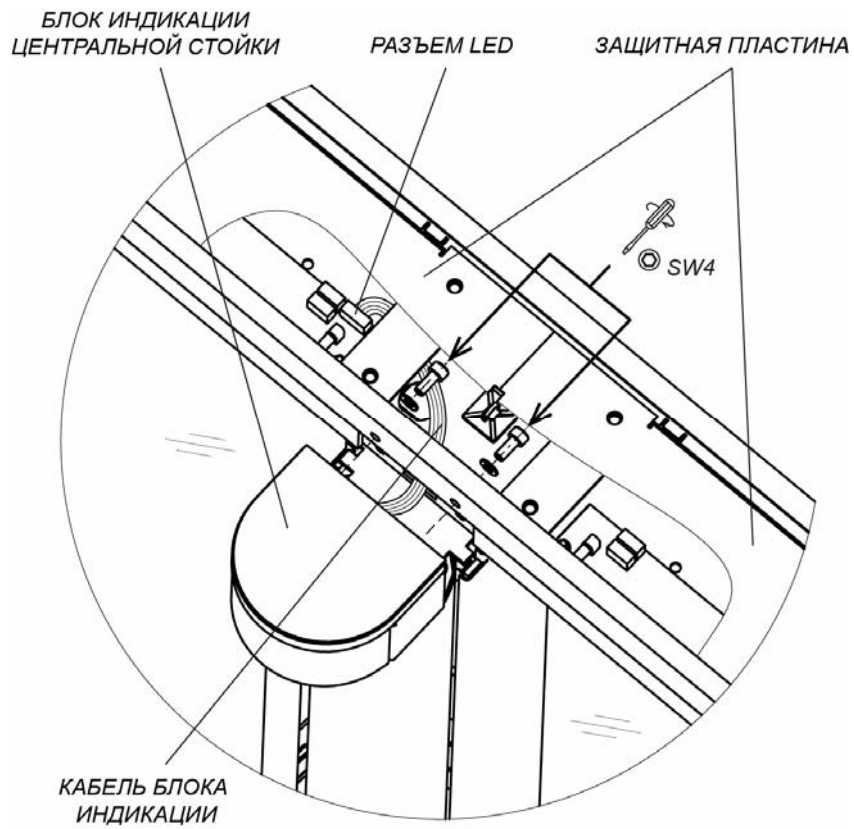

Рисунок 22. Монтаж блока индикации центральной стойки
Для установки блока индикации центральной стойки (3) (см. рис. 22):
3. Установите блок индикации на площадку, расположенную над поворотной опорой створки, и при помощи шестигранного ключа SW4 зафиксируйте его на верхнем коробе стойки (12), используя два винта M5×16 с шайбами из комплекта поставки.
Снятие блока индикации центральной стойки производится в обратном порядке. Перед этим необходимо демонтировать с секции турникета крышку стеклянную (10) (см. разд. 8.9.6, рис. 22, 23).